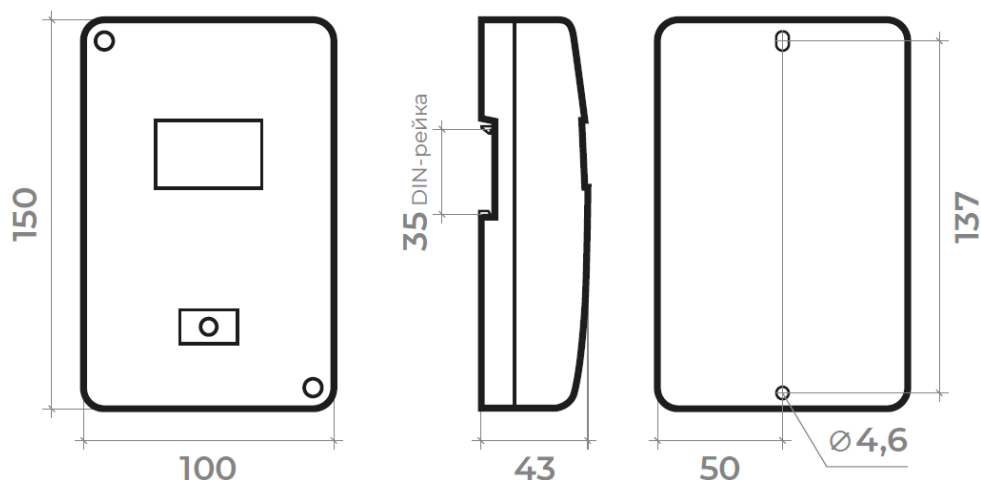

Рис.1. Габаритные и установочные размеры КУПОЛ-Р4.
2.1.2. Габаритные и установочные размеры модуля показаны на рис.1.